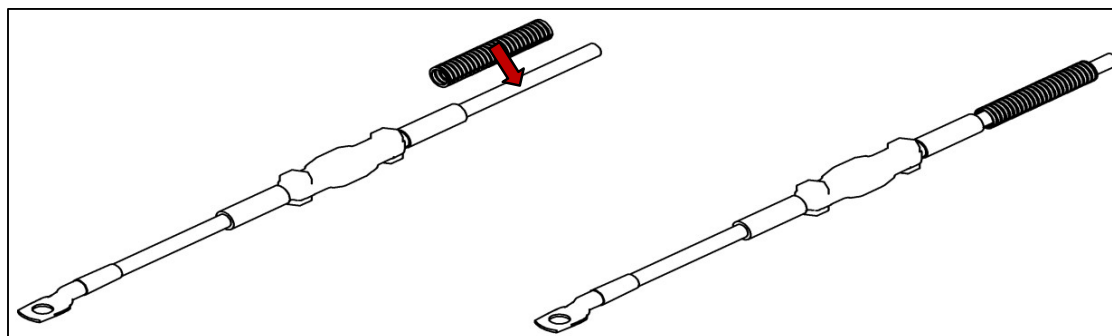

Fig. 19
- Inserte el cable positivo (25 mm2 rojo) ("cable de la unidad de potencia") para la fuente de alimentación en un tramo de tubo corrugado ranurado (ver Fig. 19).